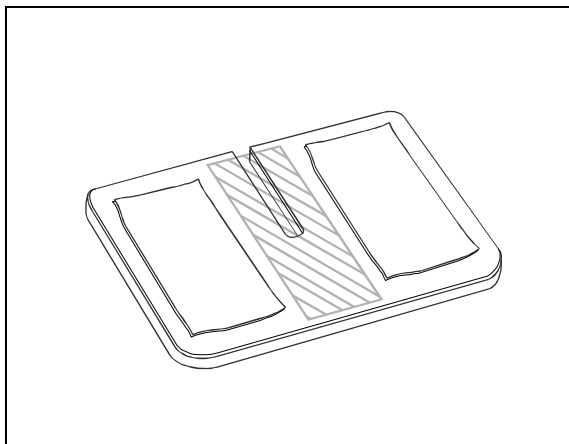

Figure 2: Plaquette. La zone hachurée indique là où le nettoyage de la plaquette doit se faire.
3. Nettoyer deux plaquettes #430500 avec du Sika 205, vis-à-vis les hachures illustrées à la figure 2. Utiliser un chiffon ne laissant pas de résidus (chiffon Chix, par exemple). Laisser sécher pendant environ 2 minutes;
- Nettoyer une plaquette #430500 avec du Sika 205, tel qu'illustré à la figure 2. Utiliser un chiffon ne laissant pas de résidus (chiffon Chix, par exemple). Laisser sécher pendant environ 2 minutes;